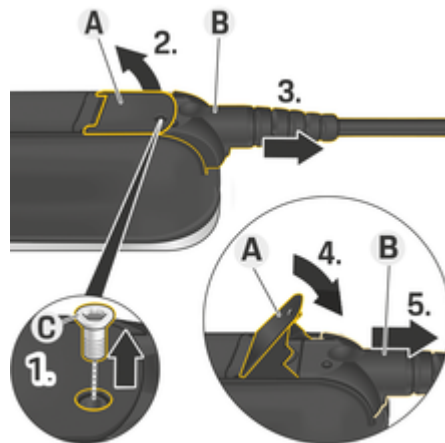

Fig. 15: Soltar los cables
1. Suelte el tornillo **C** (Fig. 15) con la herramienta adecuada.
2. Levante la palanca **A** (Fig. 15).
3. Extraiga el enchufe **B** (Fig. 15) hasta que note la primera resistencia.
4. Cierre la palanca **A** (Fig. 15).
5. Extraiga el enchufe **B** (Fig. 15) completamente.